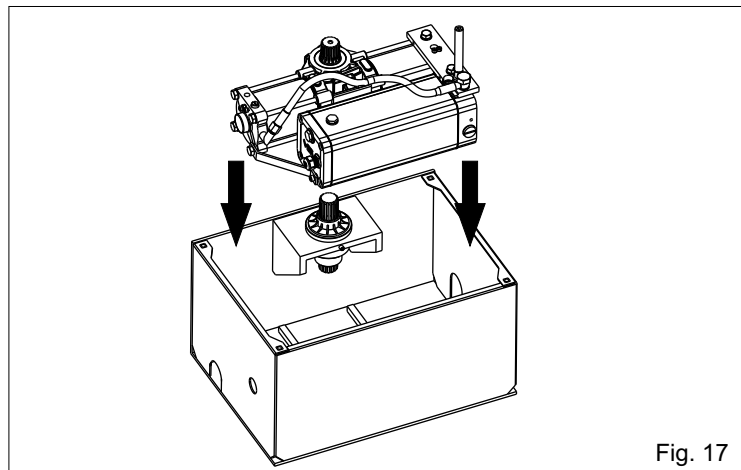
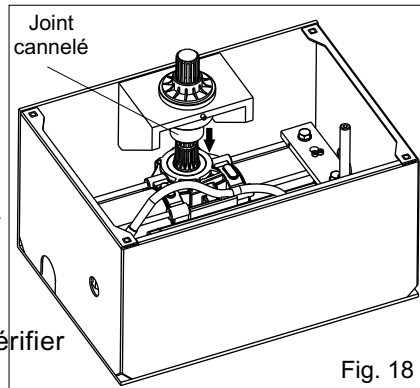

Fig. 17
Fig. 18
4.3. Introduire manuellement l'opérateur à l'intérieur de la caisse portante (Fig. 17) et coupler le pignon de l'opérateur et le pignon de la caisse en utilisant la boucle cannelée de joint (Fig. 18).